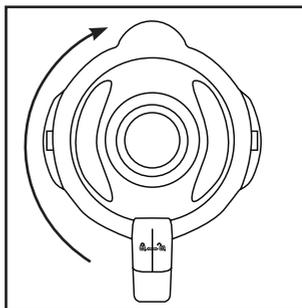

Fig. 2
- 4) Appuyez à nouveau fermement le couvercle **2** sur le bol mixeur **3** de manière décalée. Refermez le couvercle **2** en le tournant dans le sens horaire jusqu'à ce qu'il encrante audiblement en position ⚙ (voir fig. 2). Veillez à ce que le bec verseur du bol mixeur **3** soit fermé. Le moteur ne peut démarrer que si le couvercle **2** est posé de manière alignée.